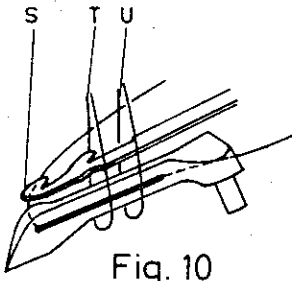
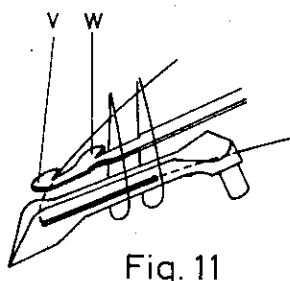

Fig. 10
Fig. 11
- 8) El ajuste de la punta de la cuchilla inferior tal como se muestra en el párrafo 7 es un ajuste básico. Debe comprobarse de nuevo de acuerdo con la Fig. 10 y Fig. 11.
La cuchilla inferior debe pasar a través de las lazadas de los hilos de las agujas (T y U, Fig. 10) y desviar el hilo del looper por el borde (S). Cuando la cuchilla inferior gira hacia atrás, el hilo del looper debe ser enganchado por el filo (V, Fig. 11) y los hilos de las agujas por el filo W, Fig. 11) y llevarlos hacia la cuchilla superior.